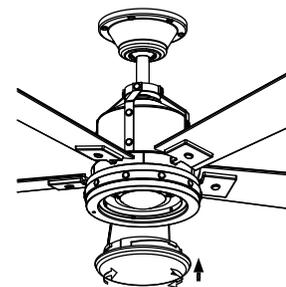

Fig. 21
Étape 3. Fixer le verre au kit d'éclairage en le tournant dans le sens des aiguilles d'une montre. Ne pas serrer avec excès (Fig. 21).
Rétablir l'alimentation du ventilateur de plafond et vérifier son bon fonctionnement (Fig. 21).